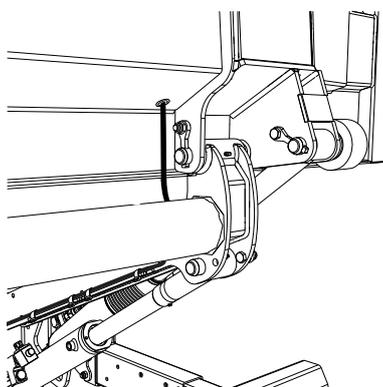
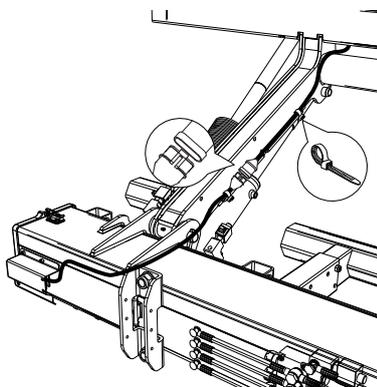
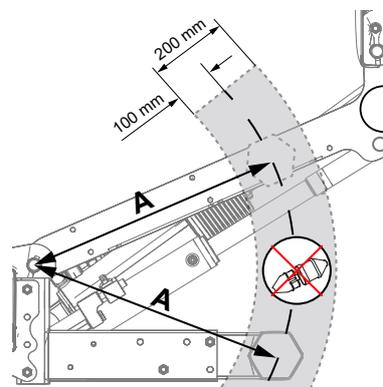

Abb.67. Montage der Verkabelung
Abb.68. Montage der Verkabelung
Abb.69. Positionieren des Schnellsteckverbinders
2. Verlegen Sie dann das Kabel und befestigen Sie es mit Kabelbindern gemäß Abb.67 und Abb.68. Der Schnellsteckverbinder muss so positioniert sein, dass er während der Hubarmbewegung nicht mit dem Unterfahrerschutz kollidiert. Den Abstand (A) von der Mitte der Hubarmachse zur Mitte des Unterfahrerschutzes messen, siehe Abb.69.
3. Denselben Abstand (A) am Hubarm messen, siehe Abb.69.
4. Ordnen Sie den Schnellsteckverbinder dann mindestens 100 mm inner- oder außerhalb des Messergebnisses (B) an, siehe Abb.69.